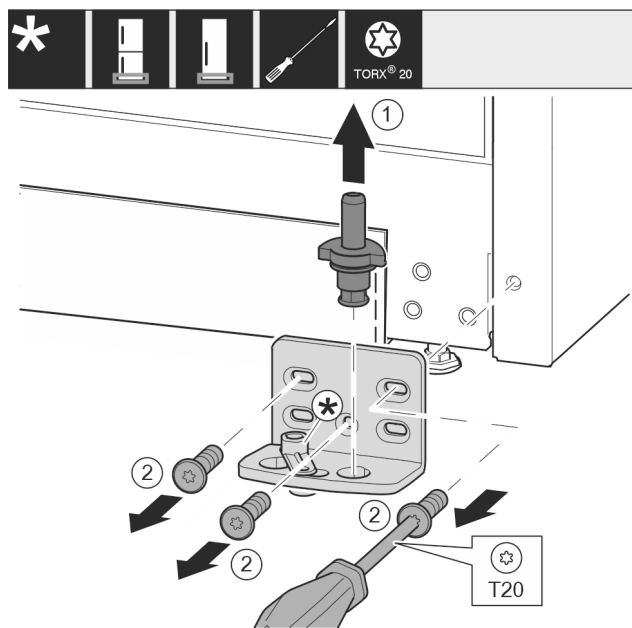

Fig. 15
- Extraiga el perno del cojinete Fig. 15 (1) por completo hacia arriba.
- Desatornille los tornillos Fig. 15 (2) con un destornillador y retire el soporte del cojinete.